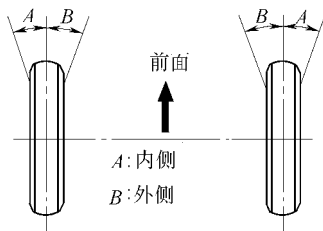

图 14-41 调整车轮角度
1) 拆下转向节限位螺栓的盖，检查车轮角度，如图 14-41 所示。